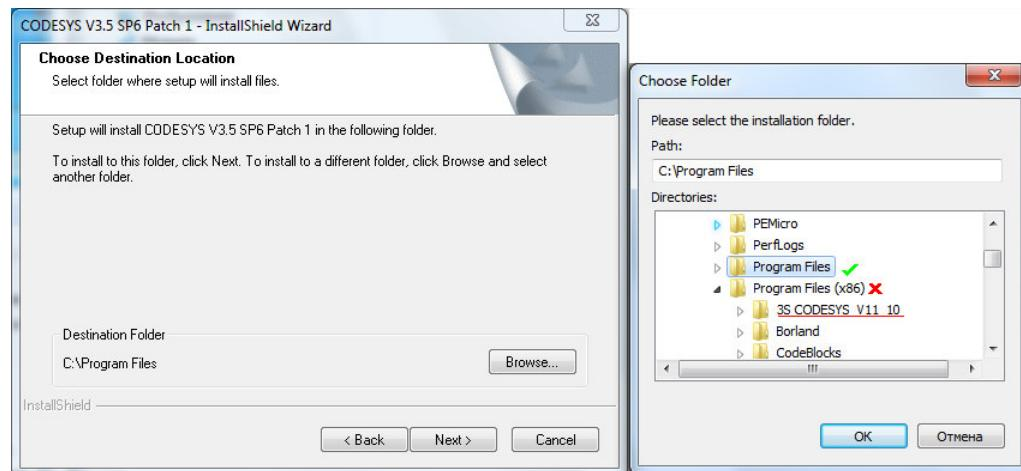

Рисунок 2.10 – Установка *CoDeSys*. Выбор папки расположения
- 1 Для каждой версии выбрать уникальную папку расположения. В противном случае последняя установленная версия стирает предыдущую (рисунок 2.10).